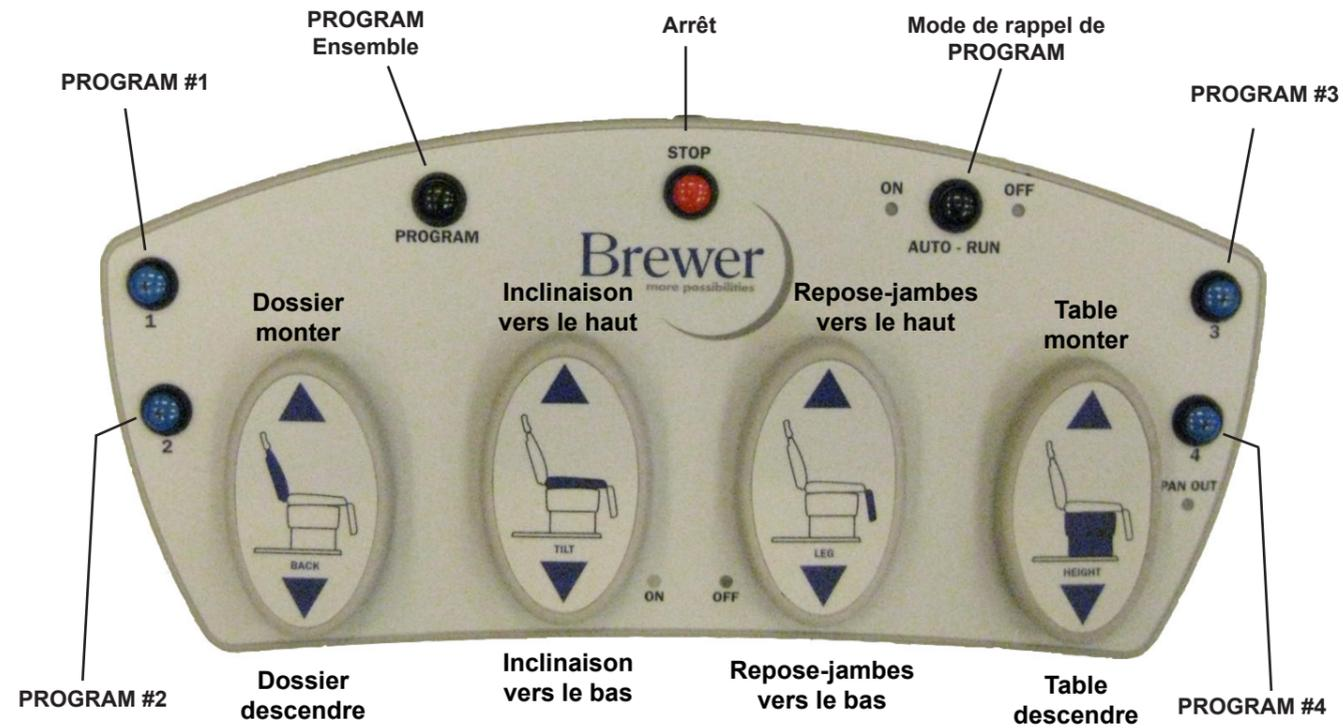

Figure 10
1. Voir la Figure 10 pour les identifications des pédales et des boutons sur la commande au pied